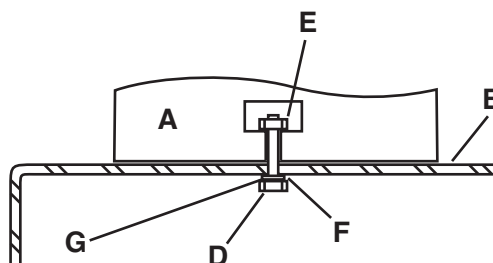

Figura 3. Instalação da bomba no suporte de montagem
4. A tabela abaixo mostra o kit de montagem usado com modelos de bomba Enerpac. Instale a bomba no suporte de montagem como mostrado na figura 3. Aperte todos os parafusos de forma segura.
- Legenda para a figura 3:**